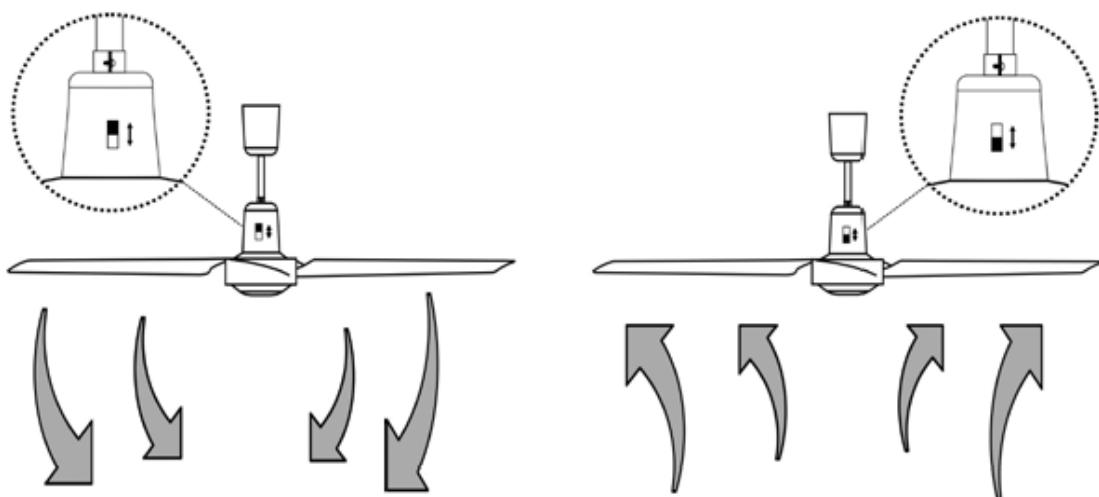

Fig.8
• S'il est nécessaire de changer périodiquement le sens de l'air, prévoir un commutateur inverseur. (**Fig. 8**)